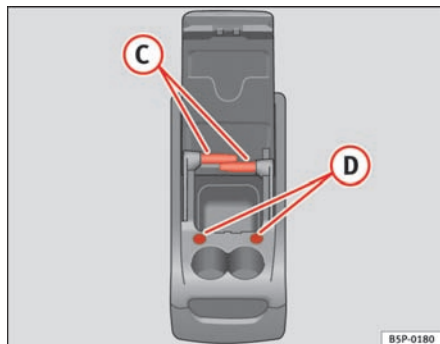

Fig. 112 Transportabel opbevaringsboks – funktioner
For at bruge bordet (C) ⇒ fig. 112 skal du tage det ud af holderen på siden af den transportable opbevaringsboks, og placere det i holderen (D) ⇒ fig. 112 forrest på den transportable opbevaringsboks.